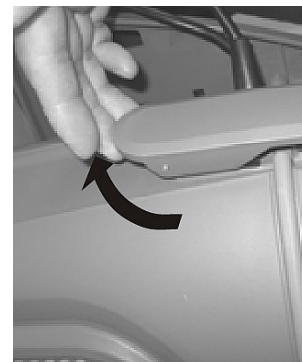

Abb. 15: Öffnung Trockensauger
Schritt 1: Nehmen Sie den oberen Teil des Behälters ab nachdem Sie die seitlichen Hacken gelöst haben (Abb.15).